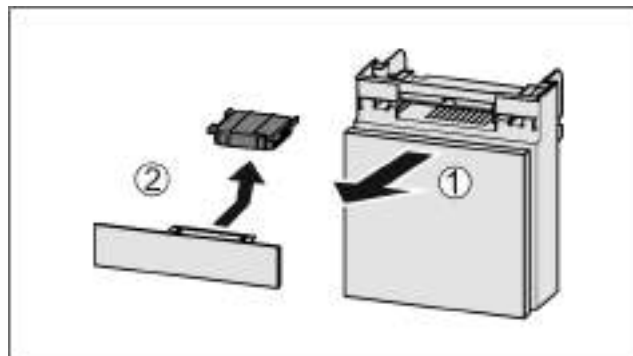

Fig. 209
- ▶ Вытянуть Fig. 209 (1) отделение движением вперед.
- ▶ Извлечение Fig. 209 (2) фильтра с активированным углем.